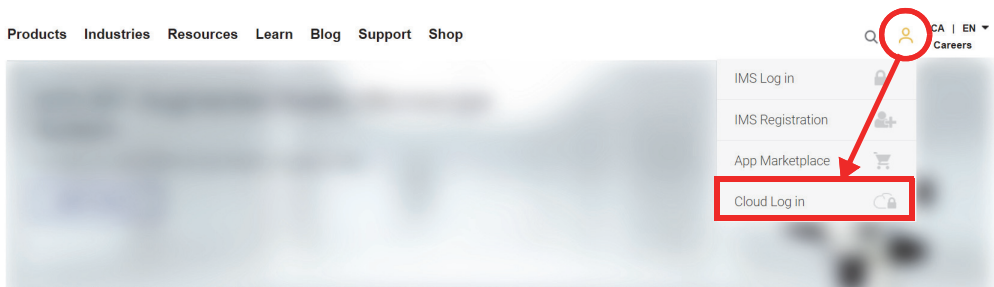

Figura 9-5 Acceso a la nube
- Si necesita crear una nueva cuenta en la OSC, diríjase a www.olympus-ims.com, y haga clic en **Iniciar sesión en nube** (Cloud Log In) para crear su cuenta (ver Figura 9-5 en la página 245).